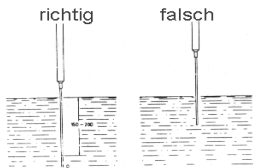

Abb. 7
- * Bei Temperaturmessungen mit anderen Typ-K-Fühlern in Flüssigkeiten oder geschlossenen Behältnissen ist zum Erhalt einer genauen Temperaturmessung die Temperatursonde möglichst weit einzutauchen bzw. einzuführen (Abb. 7).